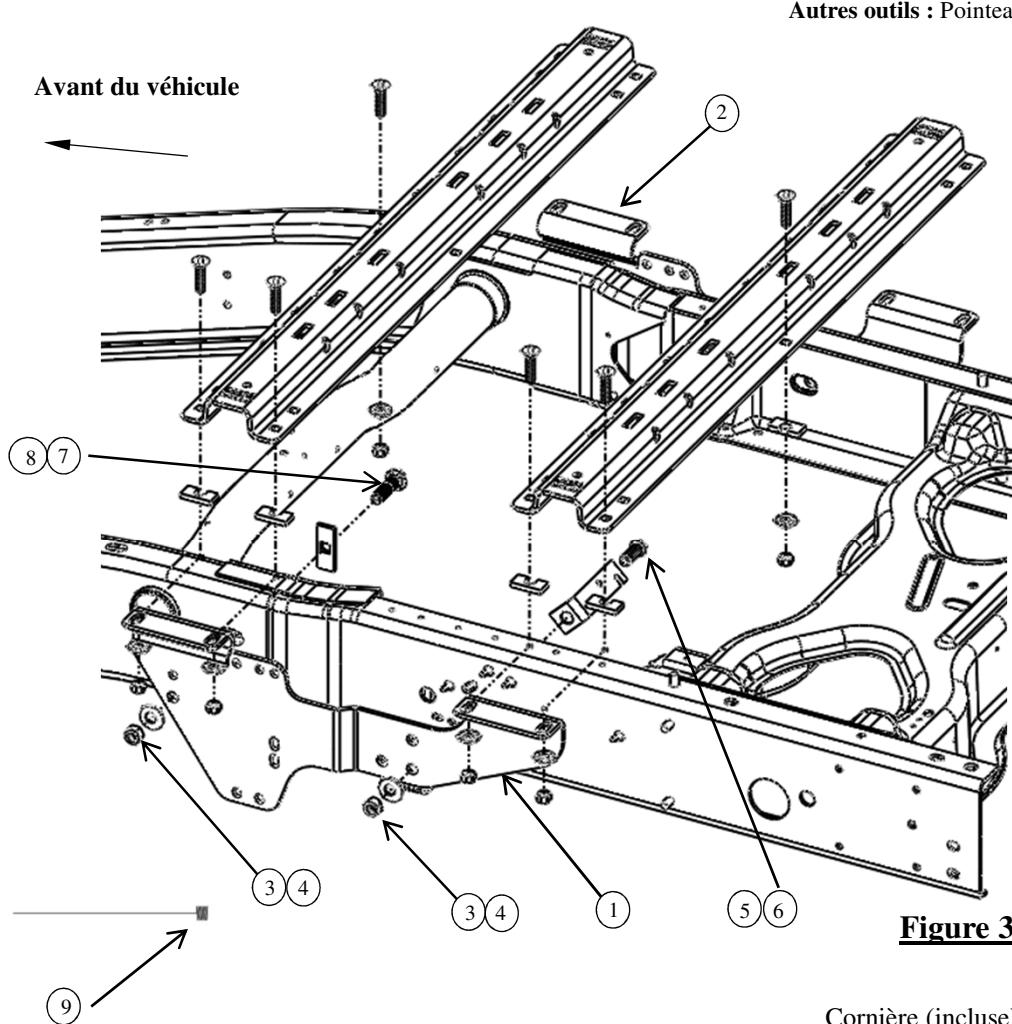
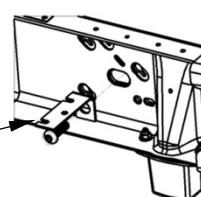

Figure 3
Figure 4c
Pour une installation selon les Figures 3 et 6, durant le perçage, veiller à protéger le réservoir d'essence, les tubes de remplissage, les conduites de frein et le faisceau de fils en plaçant une pièce métallique entre le plancher de caisse et les composants à risque du côté conducteur. L'on préviendra ainsi le perçage de ces composants sensibles.
7. Fixer les supports de cadre aux longerons du véhicule, comme illustré à la Figure 3. Insérer le boulon à tête ronde (6) dans la rondelle conique (4) puis par l'intérieur de la fente arrière du cadre du véhicule. Poser le support de montage (1), la rondelle conique (4), et l'écrou (3) et serrer à la main. Sur les camionnettes équipées d'une commande de frein d'origine, se reporter à l'étape 2 pour repositionner la fiche sur la cornière. Utiliser le boulon à tête ronde (6) pour fixer la cornière sur l'intérieur du cadre (voir Figure 4c), la cornière se place entre la rondelle plate et le cadre.
8. La fente avant du cadre de camionnette nécessitera d'utiliser le fil de tirage fourni (9) pour poser le boulon de carrosserie sur l'intérieur du cadre. Acheminer le bout enroulé du fil à travers la face extérieure du cadre, le tirant suffisamment pour relier le bloc d'espacement rectangulaire (8) et le boulon de carrosserie 5/8" (7) au fil. Faire revenir le fil dans le cadre pour poser le support de montage, la rondelle plate (4) et l'écrou (3). Visser l'écrou à la main.